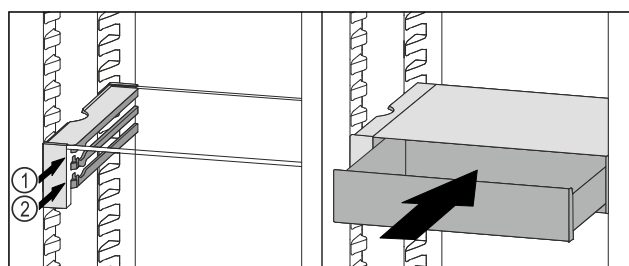

Fig. 109
- Placer le tiroir VarioSafe derrière les butées sur la nervure désirée Fig. 109 (1) ou Fig. 109 (2).